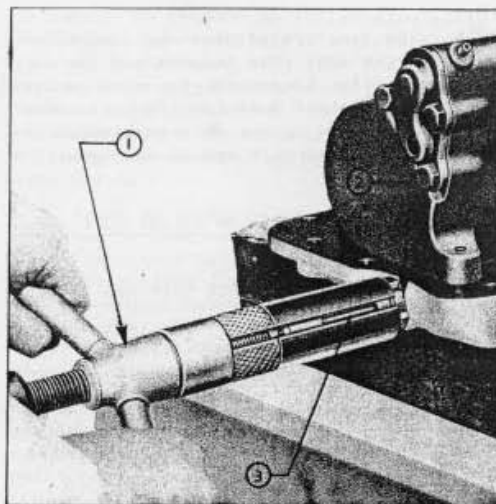

Fig. 17
3. Le siège du clapet est emmanché à la presse dans son logement, mais son extrémité taraudée peut recevoir l'extension de l'extracteur T-8510-1/g (utilisé conjointement avec l'outil No. T-8510. Visser dans le centre de l'outil l'extrémité filetée la plus courte de l'extension, et la partie filetée longue dans le siège. Visser le manchon sur l'outil et extraire le siège (fig.17).